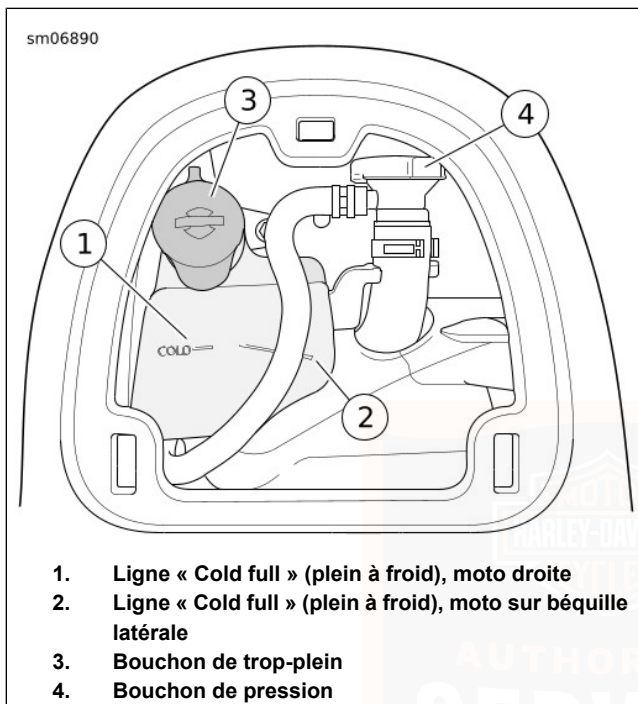

Figure 59. Niveau du liquide de refroidissement
Voir Figure 59 . Sur le réservoir de liquide de refroidissement figurent deux traits. Utiliser le trait incliné (2) lorsque la moto est appuyée sur la béquille latérale.
2. Voir Figure 59 . Vérifier que le niveau du liquide de refroidissement dans la bouteille de liquide est sur la ligne « COLD » (froid) (1) ou légèrement au-dessus.